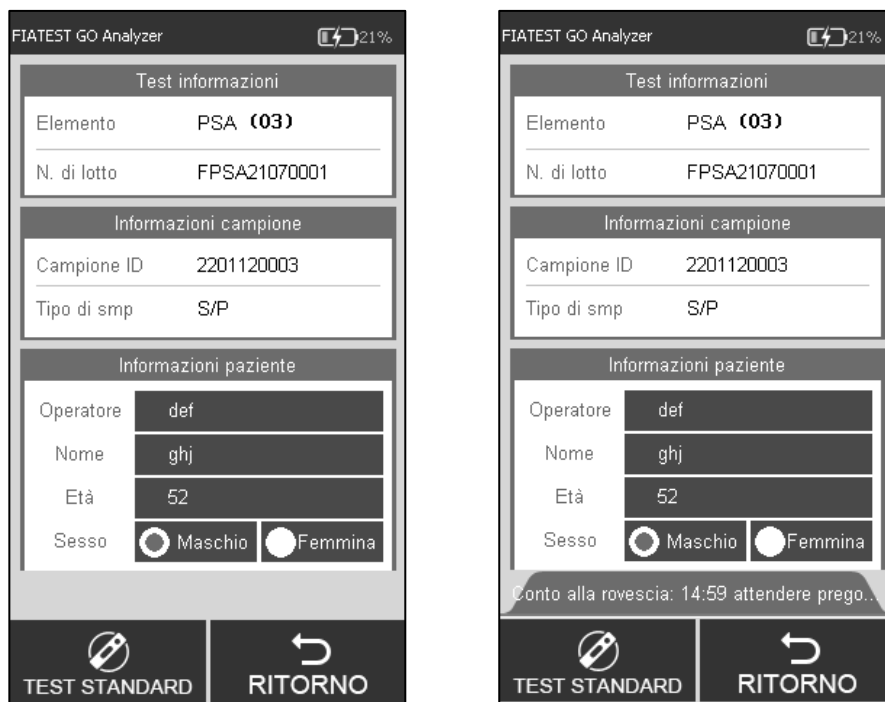

Fig 35
**Passo 7:** Inserire la cassetta del test nello slot immediatamente dopo l'aggiunta del campione (e l'aggiunta del buffer, se necessario) cliccare su "**TEST STANDARD**". L'analizzatore inizierà il conto alla rovescia per l'incubazione. Attendere il tempo di incubazione predeterminato per ciascun test (Rif Fig 35).